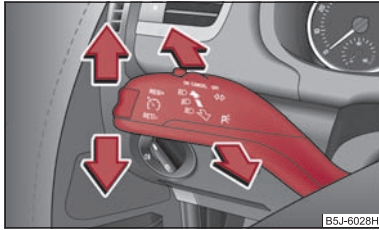

Abb. 38 Der Blinklicht- und Fernlichthebel
- Drücken Sie den Hebel nach oben bzw. nach unten ⇒ Abb. 38.